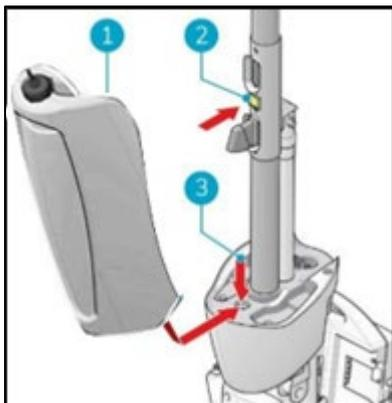

Abbildung 35.
14. Setzen Sie den Boden des Auffangbehälters (Abbildung 35, Pos. 1 und Pos. 3) auf die Vorderseite des i-mop® XL
15. Drücken Sie die Oberseite des Tanks in die richtige Position, bis Sie ein "Klick"-Geräusch hören. Der Magnet (Abbildung 35, Pos. 2) verriegelt den Rückgewinnungsbehälter dann.